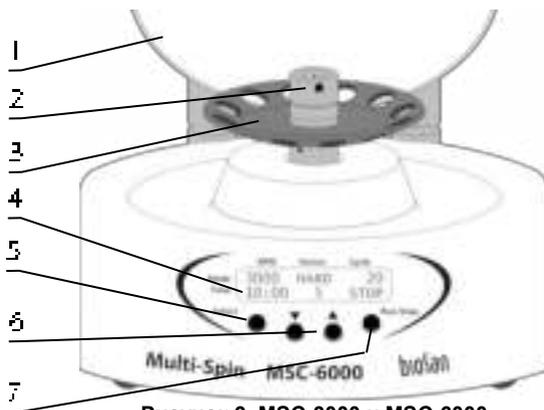

Рисунок 3. **MSC-3000** и **MSC-6000**
4.4.2. **MSC-3000 и MSC-6000.** Чтобы сменить ротор (рис. 3/3), откройте крышку прибора.
Вставьте штифт для съёма ротора в отверстие в головке ротора (рис. 3/2). Удерживая ротор одной рукой, поверните головку ротора против часовой стрелки, используя стержень как рычаг. Смените ротор и зафиксируйте его. Закройте крышку и отключите блок питания от сети.
- 5.3.1. Подключите блок питания к сетевой розетке с заземлением. Загорится дисплей (рис. 3/4) и разблокируется крышка (модель **MSC-6000**).
- 5.3.3. **Установка параметров.** Нажмите кнопку **Select** (рис. 3/5) для выбора изменяемого параметра. Каждое нажатие кнопки **Select** последовательно по кругу активирует параметры. Активный параметр мигает. Используйте кнопки **▲** и **▼** (рис. 3/6) для установки необходимого значения. Если нажать и удерживать кнопку дольше 2 с, значения меняются быстрее.
- 5.3.7. Нажмите кнопку **Run/Stop** (рис. 3/7) чтобы начать программу. Дисплей покажет индикацию RUN (рис. 7/2) и, для **MSC-6000**, индикацию закрытой крышки (■, рис. 7/1).